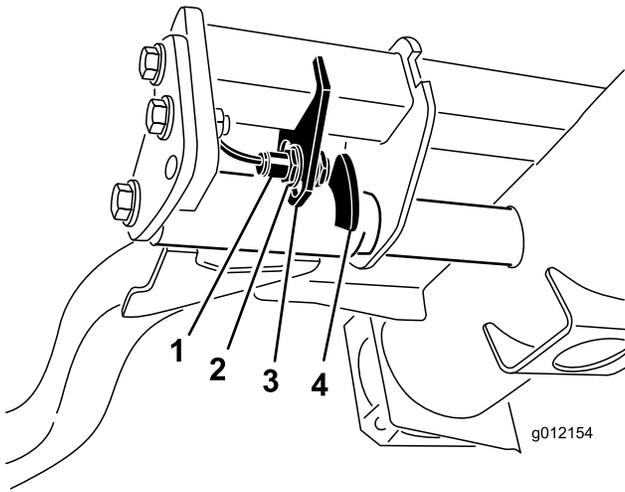

图35
2. 提升臂位于右前方提升臂（图35）后面的液压油箱下。
3. 拧松开关安装螺钉（图35）并向下移动开关，可增大提升臂的转向高度；向上移动开关，可减小提升臂的转向高度。旋紧安装螺钉。